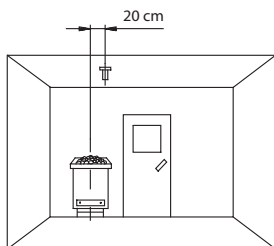

Abb. 7
Beachten Sie bitte, dass sich nachfolgende Maßangaben auf die Werte beziehen, die bei der Geräteprüfung nach EN 60335-2-53 vorgegeben wurden. Grundsätzlich muss der Ofenfühler an der Stelle montiert werden, an der die höchsten Temperaturen erwartet werden. Einen Überblick über den Montageort des Fühlers geben Ihnen die Abb. 7 - 9.
1. Der Ofenfühler wird in Kabinen bis zu der Größe von $2 \times 2 \text{ m}$ gemäß Abb. 7 und 8 montiert, in größeren Kabinen gemäß Abb. 7 und 9 montiert.